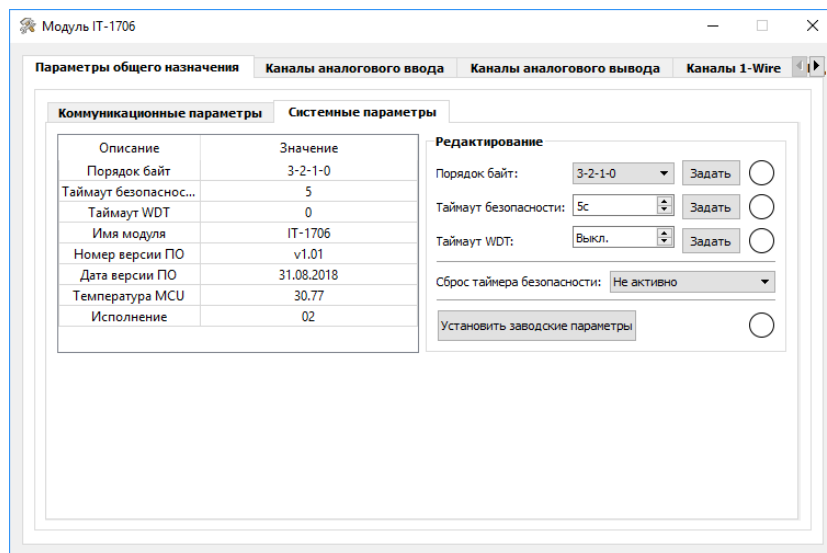

Рис.28
- Системные параметры (Рис.28)